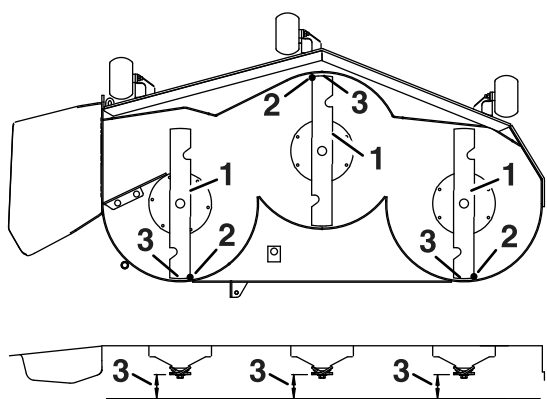

Figura 73
4. Girate con cautela le lame in modo che siano disposte longitudinalmente (Figura 73).
5. Misurate il valore dalla punta della lama anteriore e dalla punta della lama posteriore alla superficie piana (Figura 73).